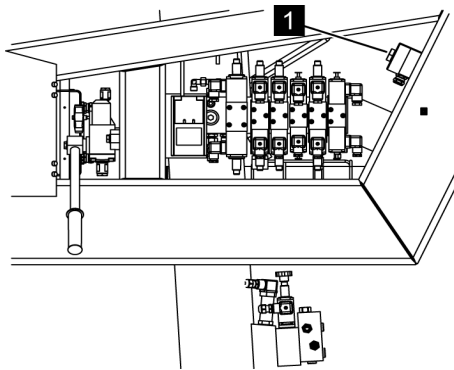

Fig. 135: Interrupteur à clé du mode d'entretien
5. ➔ Activer l'interrupteur à clé (Voir la Fig. 135/1) pour le mode d'entretien.